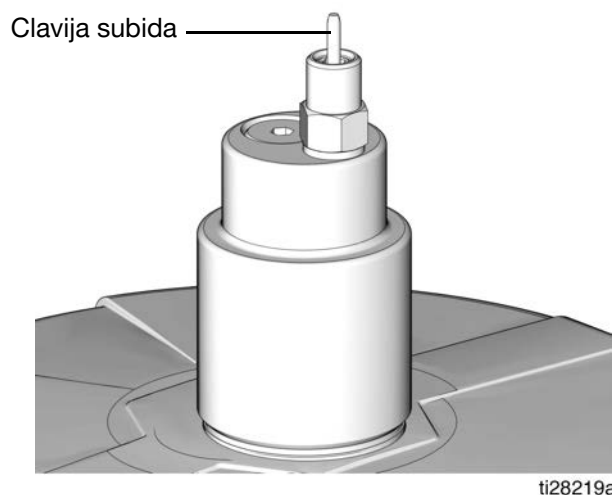

Fig. 23
3. Retire la cubierta antipolvo amarilla del acoplador de llenado (M).
4. Conecte la manguera de suministro (J) entre la bomba de la estación de llenado remoto (F) y el puerto del acoplador de llenado (marcado con una "I").
5. Ponga en marcha la bomba de la estación de llenado remoto (F).
6. Cuando se llene el depósito G5 (D):
- La bomba de la estación de llenado remoto (F) se para en presión (sin flujo),
- la válvula de desconexión de llenado automático salta (FIG. 23),
- el manómetro (R) aumenta hasta la presión establecida en la bomba de llenado.
2. Desconecte la manguera de suministro (J) de la desconexión rápida (V).
3. Encienda la bomba de la estación de llenado remoto (F) y llene el depósito (D) de la G5 hasta que suba la clavija indicadora de la válvula de desconexión de llenado automático (B) (consulte la FIG. 23). La presión de la bomba de llenado (F) aumenta y la bomba se para en presión.
4. Corte el suministro de aire (H) hacia la bomba de llenado (F).
6. Desconecte la manguera de suministro (J) de la desconexión rápida (V).